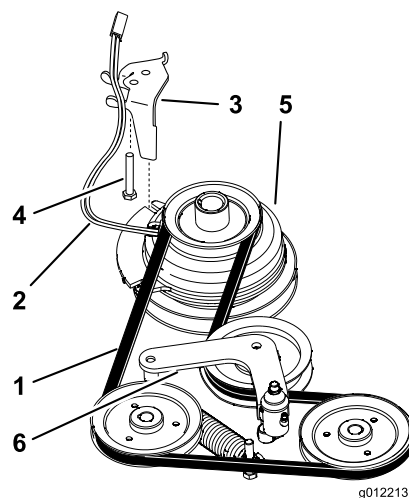

Figure 53
2. Retirez le boulon de la butée d'embrayage et débranchez le fil de l'embrayage électrique (Figure 53).
4. Retirez la courroie de transmission des poulies du moteur et des pompes hydrauliques (Figure 53).
5. Montez la courroie neuve sur les poulies du moteur et des pompes hydrauliques (Figure 53).
7. Relâchez la poulie (Figure 53).